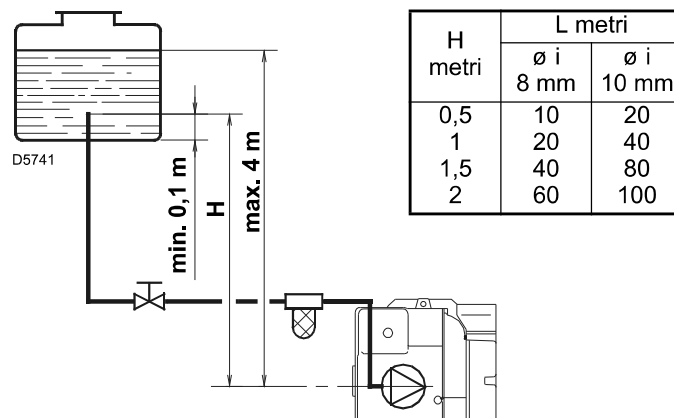
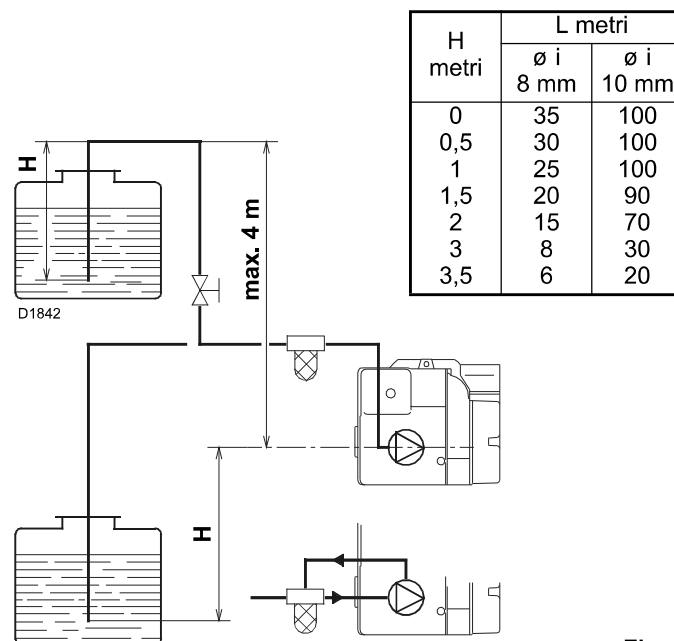
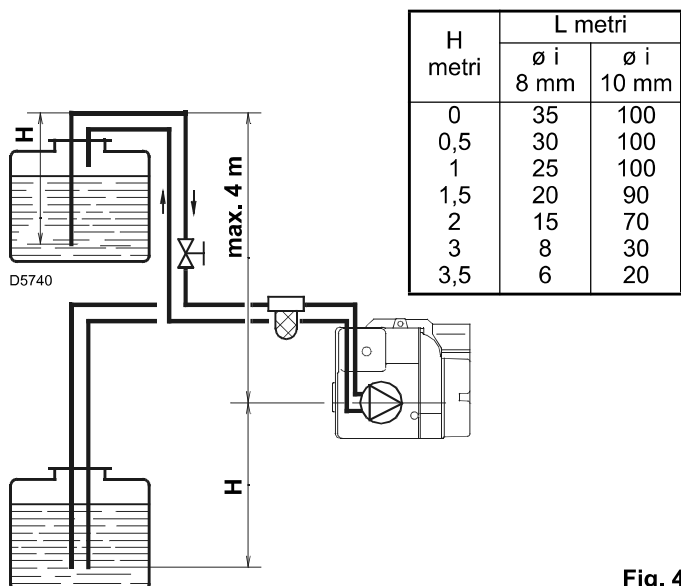
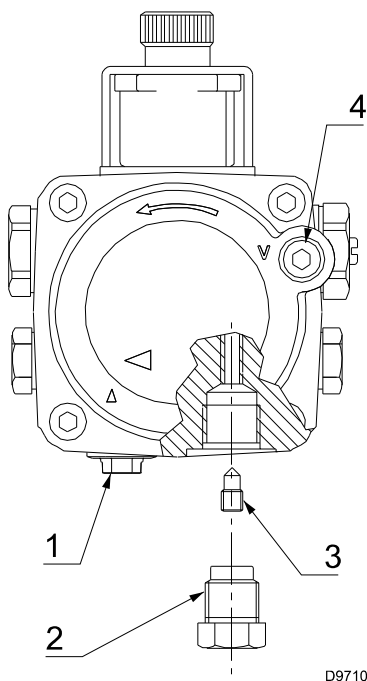

Fig. 2
Fig. 3
Fig. 4
Fig. 5
- E' necessaria solo con impianti monotubo (Fig. 2). Nell'impianto di Fig. 2 è sufficiente allentare l'attacco del vacuometro 4) (Fig. 5) e attendere la fuoriuscita del combustibile.
- Negli impianti di Fig. 3 e Fig. 4 l'aria viene espulsa automaticamente dopo l'avviamento del bruciatore. ä
Legenda (Fig. 2, Fig. 3 e Fig. 4)
La pompa (Fig. 5) è predisposta per funzionamento bitubo esclusa la pompa cod. 20034559.
Legenda (Fig. 5)
Il tappo di chiusura dell'alimentazione olio (Aspirazione 1) (Fig. 5) è di plastica. Una volta rimosso, si raccomanda di eliminarlo e di non riutilizzarlo in nessun caso.